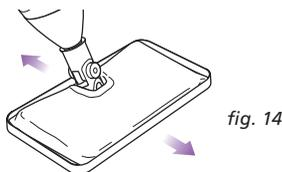

fig. 14
- 2 Déplacez la vadrouille à vapeur de l'avant vers l'arrière sur la section du tapis. (fig. 14)